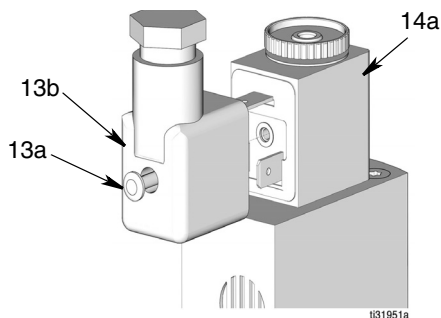

FIG. 40
9. Apriete el tornillo (13a) en la parte trasera de la conexión del solenoide mini DIN (13b) (FIG. 40).